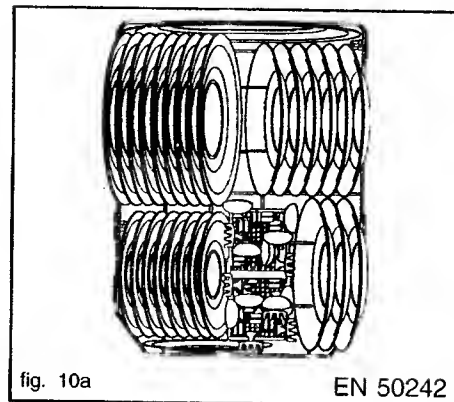

fig. 10a
2. Placer dans ce panier: assiettes, plates, creuses, à dessert, casseroles et plats (fig. 10a-10b).